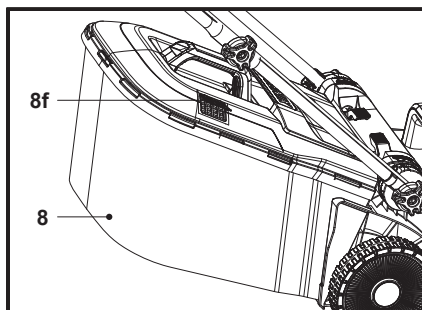

Fig. 11
1. Quando a escotilha (8f) está aberta, resta volume suficiente no recipiente de recolha de relva (8) (Fig. 11).